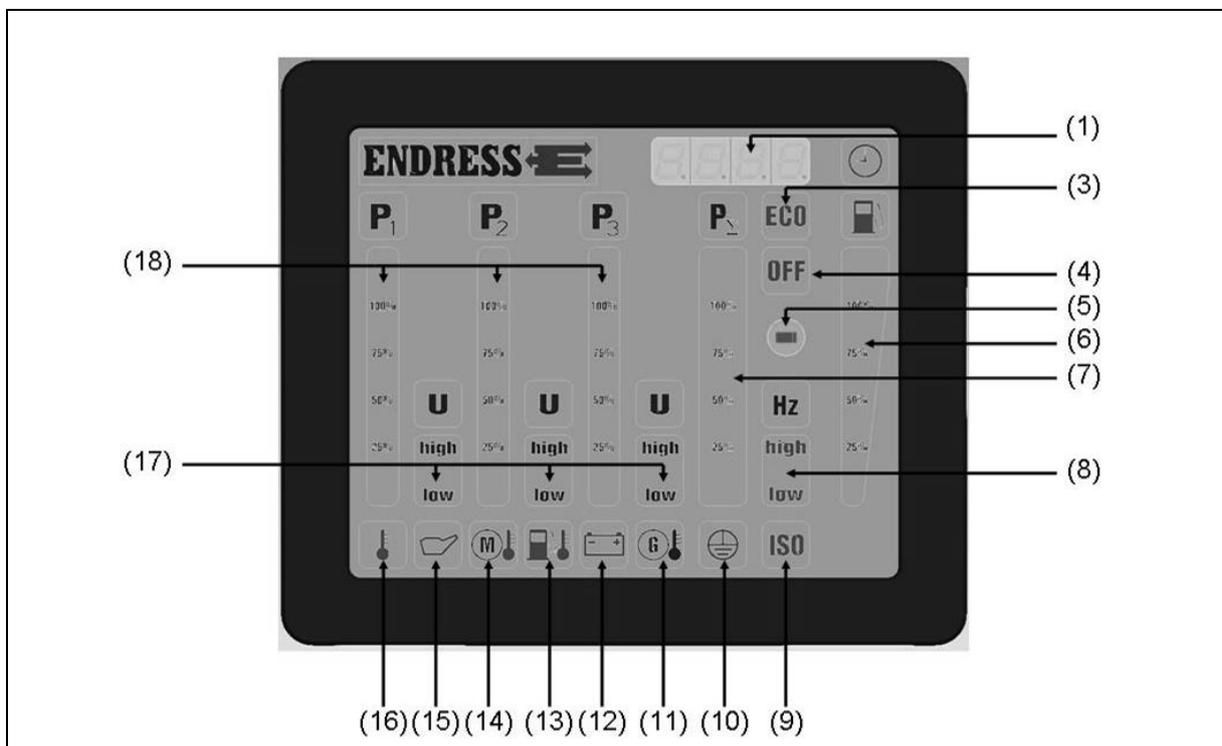

Abb. 4-5: Multifunktionsdisplay
- NOT-AUS-Taster:** Leuchtet das Symbol „OFF“ (siehe Abb. 4-5-(4)) rot und der Buzzer ertönt, wurde der NOT-AUS-Taster gedrückt. Der Buzzer kann mithilfe der Quittierungstaste quittiert werden.
- Frequenz:** Leuchtet die Anzeige (siehe Abb. 4-5-(8)) grün, befindet sich die Frequenz im korrekten Bereich (47,5-52,5 Hz).
Phasen L1-L2-L3: Für einzelnen Phasen L1 bis L3 (*siehe Abb. 4-5-(18)*) wird jeweils einzeln angezeigt:
Spannung (U) (*siehe Abb. 4-5-(17)*):
Belastung (P) (*siehe Abb. 4-5-(18)*):
- ✓ Das Symbol am Display (*siehe Abb. 4-5-(8)*) zeigt das Ergebnis an:
- ✓ Das Symbol am Display (*siehe Abb. 4-5-(8)*) und die Position des Leitungsschutzschalters zeigen das Ergebnis an: